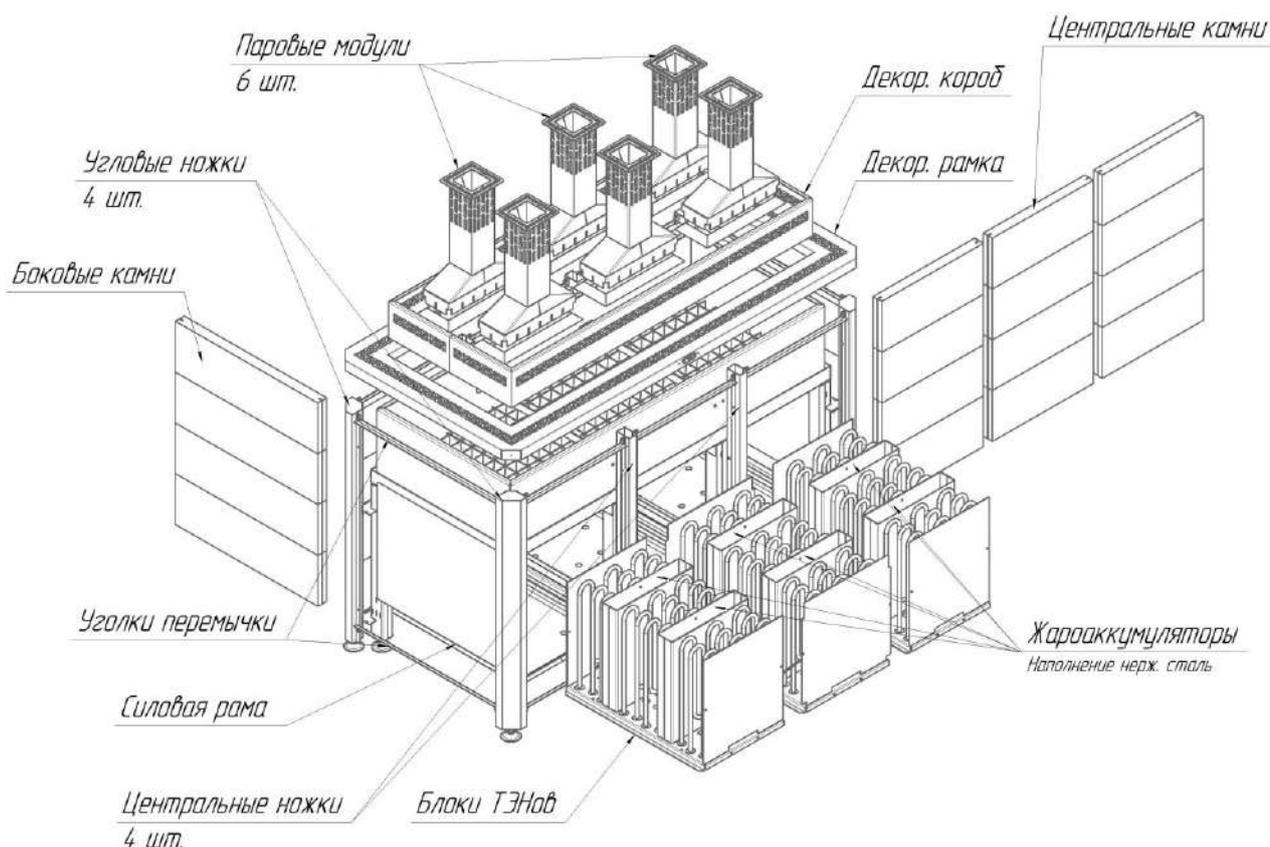

Рис. 1 Сборка в камне ЭНУ Премьера Профи
1. Установить силовую раму печи на ровное основание (рис. 1), положить в нее решетку для камней.